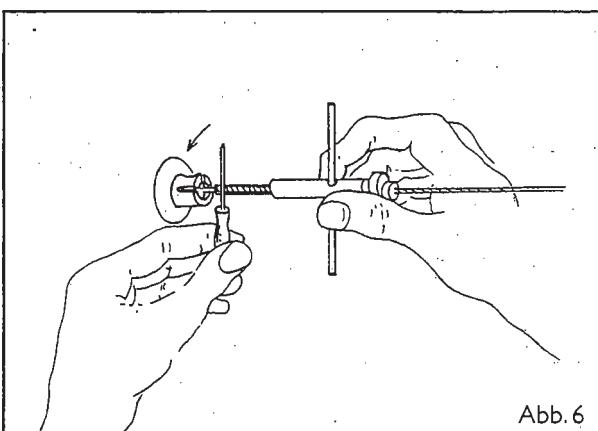

Abb. 6
3. Stecken Sie den Stahlstift in die Bohrung des Spannschlosses und den Schraubendreher in die Bohrung der Spannschraube. Halten Sie das Spannschloß mit dem Stahlstift fest und bewegen Sie nur die Spannschraube. Durch Drehen der Spannschraube gegen den Uhrzeigersinn spannt sich das Seil (Abb. 6).